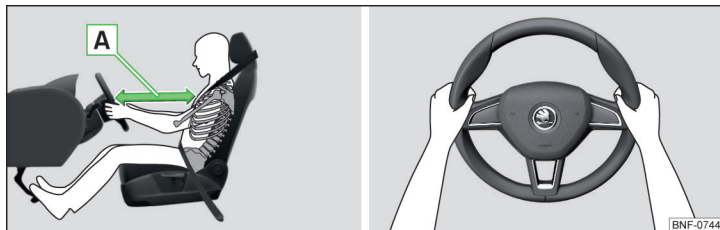

Fig. 2 Poziția corectă a scaunului șoferului/Poziția corectă la volan
- ✓ Reglați scaunul șoferului, astfel încât pedalele să poată fi apăsată complet cu picioarele ușor îndoite iar distanța dintre volan și stern să fie de cel puțin 25 cm » fig. 2 - A.
- În timpul mersului volanul trebuie ținut cu ambele mâini, de partea exterioră laterală, în poziția „orei 9” și „orei 3” » fig. 2. Nu țineți niciodată volanul în poziția „ora 12” sau în altă poziție (de exemplu de centrul volanului, de marginea interioară etc.). În caz contrar, la declanșarea airbagului se pot produce accidente grave la brațe, mâini și cap.